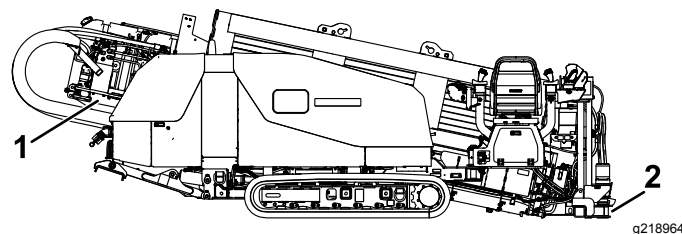

Figure 60
2. Placez la commande de FORAGE/RÉGLAGE à la position RÉGLAGE, abaissez le cadre de poussée en inclinant le cadre de la foreuse jusqu'à ce que la plaque touche le sol (Figure 60).